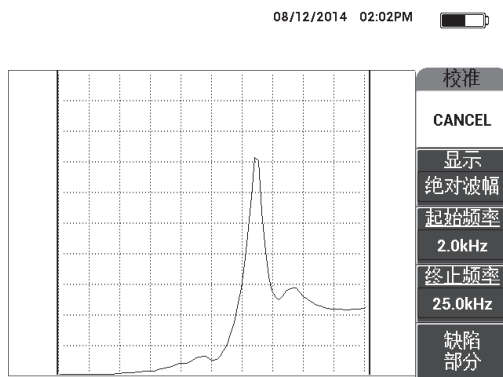

图 6-63 较小缺陷的信号
4. 在较小或最关键的缺陷上按住探头的端部，然后按**缺陷部分**（E 键）（参见第 167 页的图 6-63）。